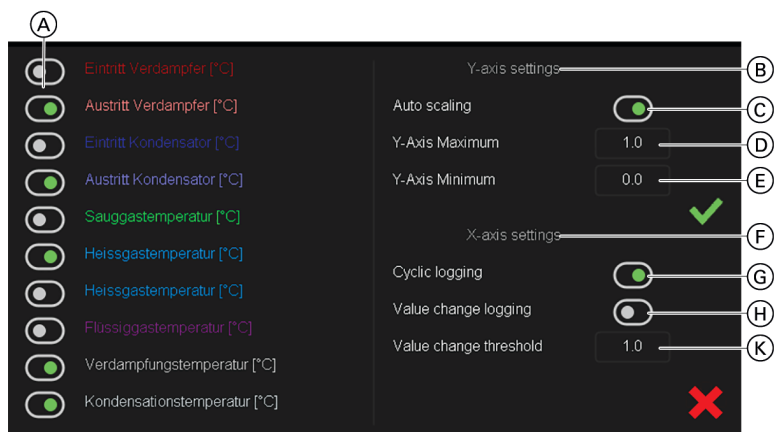

Рис. 20
Рабочие параметры установки отображаются в виде линейной диаграммы. Точки данных регистрируются в оперативной памяти контроллера теплового насоса. После 600 зарегистрированных точек данных первая из них снова переписывается (кольцевая память). Возможен выбор из 10 рабочих параметров: см. на рис. 20. Возможна параллельная индикация до 5 графиков.
- (A) Рабочая точка
- (B) Область индикации (макс. 5 графиков с 600 точками данных каждый)
- (C) Температурная шкала
- (D) Временная ось
- (E) Частота опроса
- (F) Пуск/останов/сброс изображения
- (G) Смещение области индикации влево или вправо
- (H) Масштаб
- (K) Выполнение настроек: см. на рис. 20.